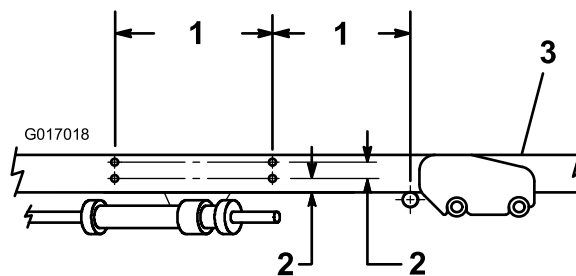

Figure 4
- Reportez-vous aux dimensions indiquées à la Figure 4 pour situer, repérer et percer 4 trous (7 mm de diamètre) dans le tube de cadre droit.